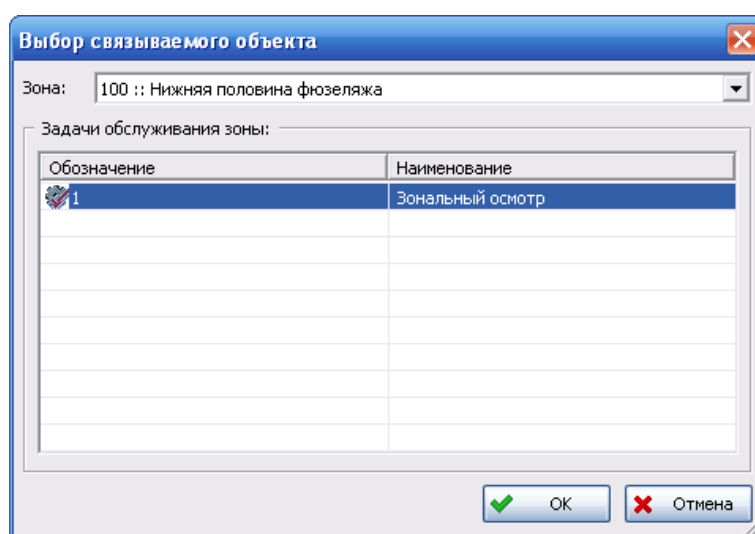

Рис. 3-104
5. Затем в появившемся окне выделите нужную задачу обслуживания и нажмите на кнопку **ОК** (рис. 3-104).